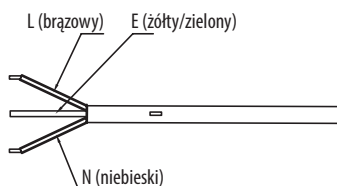
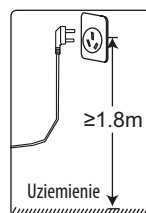

Rysunek 2
Rysunek 3
2. Po wybraniu odpowiedniego miejsca należy zamontować wspornik montażowy do solidnej ściany. Metody montażu: Postępuj zgodnie z instrukcją montażu przedstawioną na rys. 3. Użyj kotew i elementów mocujących dostarczonych wraz z produktem, aby mocno przymocować wspornik (rys. 2) do ściany.